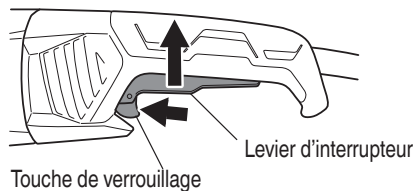

Fig. 3
- Mettre la meuleuse sous tension. (Fig. 3)